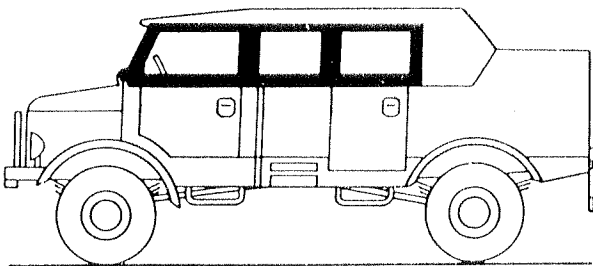

Abb. 22
4. Aufsteckfenster auf Türen und Bordwände aufsetzen. Türaufsätze an Windschutzscheibe durch Druckknöpfe befestigen! (Abb. 22)